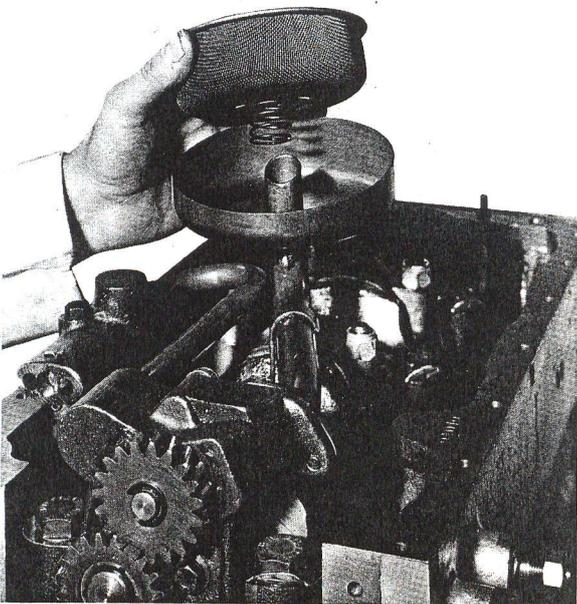

Fig. P2 — Dépose de la crépine (premiers modèles).
1. Déposer le carter d'huile, la crépine et la tuyauterie d'aspiration de la pompe à huile (fig. P2 et P3).